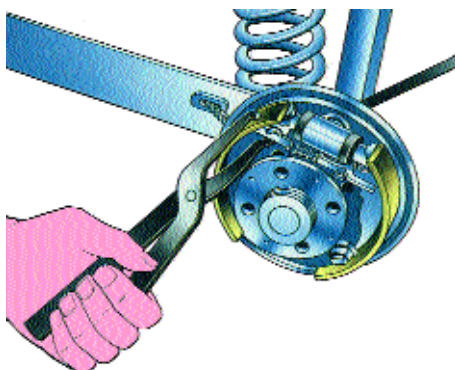

Рис. 6–10. Снятие стяжной пружины колодок заднего тормоза
При обнаружении повреждений или особо глубоких рисок, а также износа, превышающего 0,8 мм на каждую сторону, необходимо заменить диск новым. Для этого надо снять диск со ступицы, предварительно удалив скобу переднего тормоза и отвернув два фиксатора 18 (см. рис. 6–6).
Задние тормозные механизмы (рис. 6–7) – барабанные, с одним рабочим цилиндром, самоустанавливающимися («плавающими») колодками и устройством для автоматического поддержания постоянного оптимального зазора между колодками и барабаном (1,4–1,7 мм). Тормозные барабаны отлиты из алюминиевого сплава с залитыми в них чугунными гильзами.
Вывернуть два фиксатора 2 (см. рис. 6–7), крепящих барабан к ступице заднего колеса. Используя в качестве съемников два болта длиной 1,5–2 см с резьбой М8, ввернуть их в отверстия А и снять тормозной барабан.
Рис. 6–8. Сдвигание передней тормозной колодки на заднем тормозе при помощи стержня при значительном износе барабана с образованием у него буртика: 1 – болты крепления колеса; 2 – рычаг (монтажная лопатка); 3 – стержень диаметром 8 мм
Рис. 6–9. Сдвигание задней тормозной колодки на заднем тормозе при помощи трубчатой оправки при значительном износе барабана с образованием у него буртика: 1 – болты крепления колеса; 2 – рычаг (монтажная лопатка); 3 – трубчатая оправка с внутренним диаметром 12 мм
каким-либо воротком (например, монтажной лопаткой), опираясь на болты крепления колеса, повернуть тормозной барабан в сторону колесного цилиндра (рис. 6–8) так, чтобы переместилась колодка, сдвинув при этом кольцо автоматической регулировки зазора в рабочем цилиндре;
(рис. 6–9) на ось 22 (см. рис. 6–7) разжимного рычага;
снять резиновую заглушку 1 на щите 6 (см. рис. 6–12) тормоза. Через открытое отверстие, опираясь на его край отверткой, необходимо вращать зубчатую регулировочную гайку 23 (см. рис. 6–7) распорной планки против часовой стрелки, если смотреть по направлению передних колес. Гайку следует повернуть на несколько оборотов;
- снять стяжные пружины 12 и 29 (см. рис. 6–7) колодок, как показано на рис. 6–10;
приподнимая конец прижимной пружины 9 (см. рис. 6–7), вынуть переднюю тормозную колодку;
- снять обе стяжные пружины колодок при помощи щипцов (см. рис. 6–10) и, раздвигая колодки, вывести их концы из прорезей опорных стержней поршней;
вывернуть два болта крепления колесного цилиндра к щиту и вынуть колесный цилиндр из заднего тормоза; снять грязезащитные чехлы 13 (см. рис. 6–7) с цилиндра и отверткой, вставленной в паз опорного стержня, повернуть поршни на 90°, вращая их в любом направлении. Затем вынуть поршни из полости цилиндра;